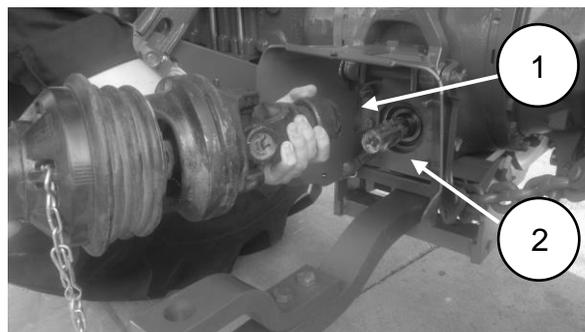

FIGURA 4
IMPORTANTE: Mantenga las estrías de enganche y el eje de fuerza limpios sin pintura o tierra. Para asegurar la línea de potencia, conecte la junta universal del enganche telescópico trasero (1) a la toma de fuerza (2) (FIGURA 4), presionando el perno y luego soltándolo. Para asegurar la flecha cardán a la flecha de la polea motriz, deslice la junta universal en la flecha de la polea motriz y apriete la cuña con los opresores.